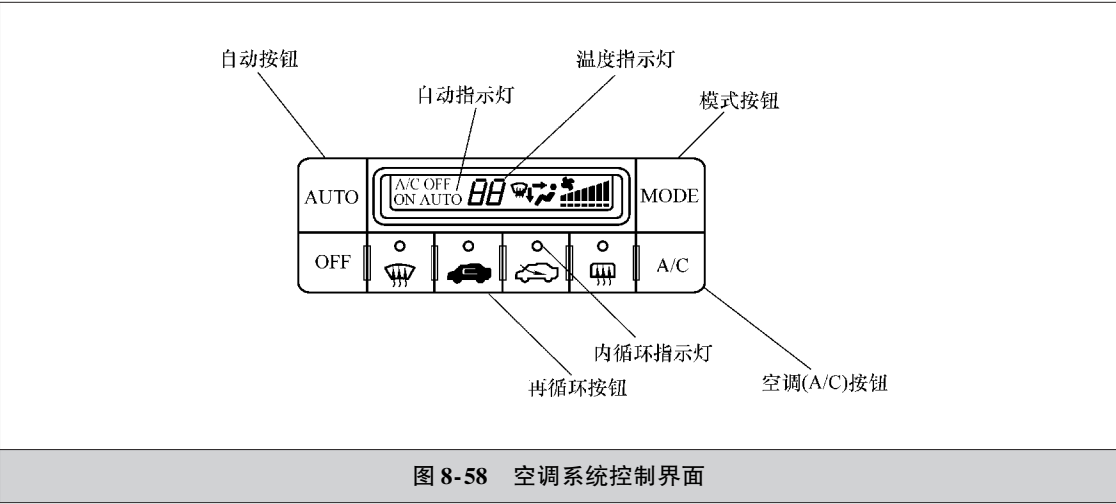

图 8-58 空调系统控制界面
2) 如图 8-58 所示, 长按自动(AUTO)与再循环(RECIRCULATION)按钮, 打开点火开关至 ON(Ⅱ)位, 然后释放自动(AUTO)与再循环(RECIRCULATION)按钮。